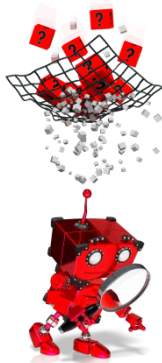

**Figura 11.23** Configurarea parametrilor pentru operația de șanfenare selectivă
- în fereastra *Countersink* care se va deschide completați ca în figura 11.23: